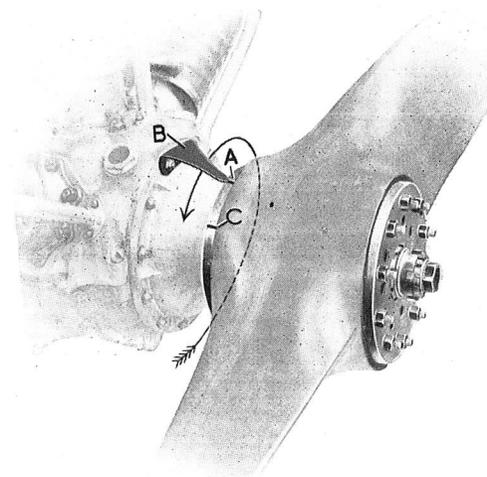

Fig. 22. — REPÉRAGE DU POINT DE CALAGE DES MAGNÉTOS
d) Tracer un second repère *C* sur la périphérie du flasque de moyeu à une distance de 65,5 millimètres en avant du repère *A*, dans le sens de la marche de l'hélice (voir fig. 22).